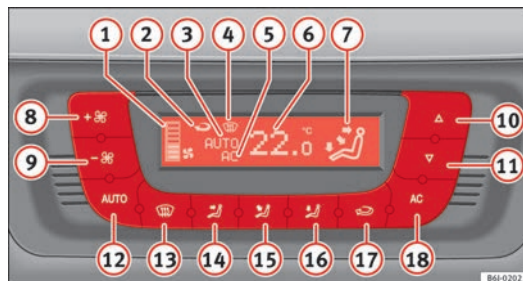

Abb. 95 In der Instrumententafel: Bedienelemente Climatronic
- Drücken Sie die Tasten und ⇒ Abb. 95, um die Temperatur einzustellen.
- ④ Defrost-Anzeige
- ⑤ Anzeige AC (Klimaanlage ist eingeschaltet)
- ⑥ Anzeige der gewählten Innenraumtemperatur
- ⑦ Anzeige der Luftstromrichtung
- ⑧ Erhöhung der Gebläseleistung
- ⑨ Verringerung der Gebläseleistung
- Drücken Sie die Taste . Die Anzeige $\Rightarrow$ Abb. 95 ⑦ erscheint.
- Drücken Sie die Tasten ⑩ und ⑪ $\Rightarrow$ Abb. 95, um die im Fahrzeuginnenraum gewünschte Temperatur einzustellen. Es wird empfohlen, eine Temperatur von 22°C (72°F) einzustellen.
- Drücken Sie eine der Tasten $\Rightarrow$ Abb. 95 (14) bis (16) oder drücken Sie den Gebläseregler (8) und (9). Die Anzeige (3) erlischt.
Das Gebläse kann mit den Tasten (8) und (9) eingestellt werden $\Rightarrow$ Abb. 95. Ist das Gebläse ausgeschaltet (am Display wird keine Gebläsestufe (1) angezeigt) und die Taste (9) gedrückt gehalten, wird die Climatronic ausgeschaltet. Dies wird durch **OFF** im Display angezeigt.
- Drücken Sie die Taste (3), um den Umluftbetrieb ein- oder auszuschalten. Der Umluftbetrieb ist eingeschaltet, wenn das Symbol $\Rightarrow$ Abb. 95 im Display angezeigt wird.